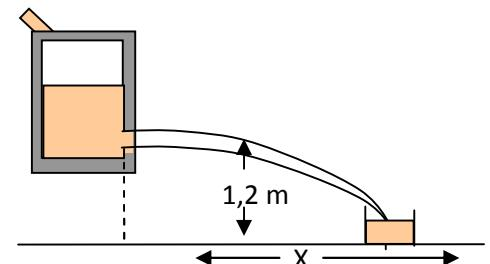

Figura 9
18) La figura 9 muestra un depósito cilíndrico cerrado, con aire comprimido a una presión manométrica de 0,01 atm y que tiene una altura de 1 m y un diámetro de 60 cm. En la parte inferior de la pared lateral del depósito se practica un orificio circular de área 1 cm². Se hace entrar agua por un tubo colocado en la parte superior del depósito a razón de 0,25 litro/s .